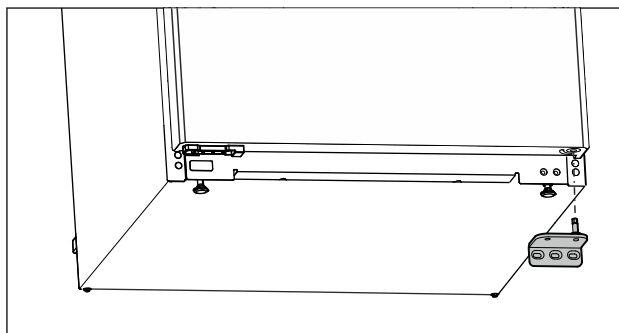

Fig. 11
- ▶ Vegye le lefelé a csapágybakot. (lásd Fig. 11)